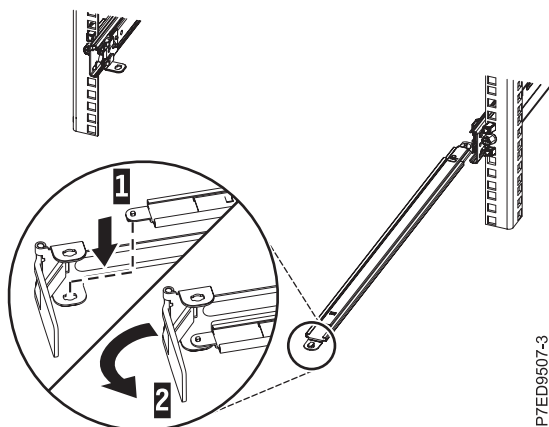

Figura 13. Fijación de la pieza de sujeción de tope del portacables en el brazo de soporte
2. Localice el orificio de la esquina inferior interna de la pieza de sujeción de tope de portacables en forma de L (1). Coloque el extremo que queda libre del brazo de soporte de modo que la lengüeta de bloqueo de la parte inferior de la punta quede alineada con el orificio de la abrazadera. Inserte la pestaña en el orificio y haga girar la pieza de sujeción (2) para fijarla al brazo de soporte, tal como se muestra en la Figura 13 en la página 12.